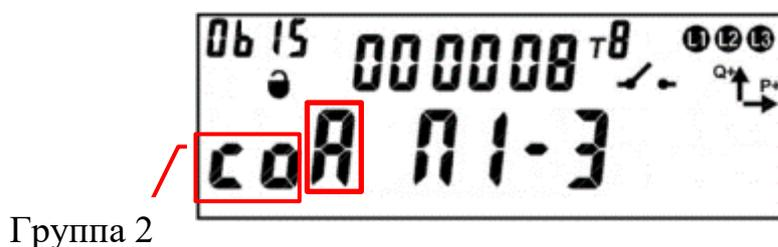

Рисунок 229 – Окно текущего состояния пломбы.
6.15.23 Для пломбирования крышек корпуса и зажимов счетчика кнопкой, необходимо перейти в окно текущего состояния электронной пломбы⁵⁶ (см. рисунок 229). Убедится, что «Отложенное пломбирование» разрешено: в группе 2 ЖКИ отображен символ **A**. Убедится, что пломбируемые крышки закрыты: в группе 2 – на ЖКИ отображен символ **co** для каждой пломбы.